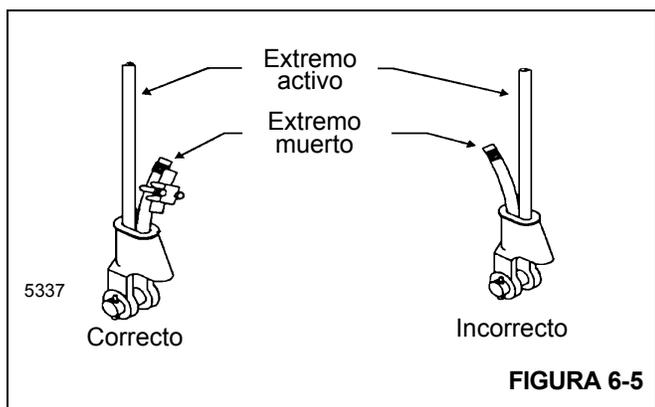

FIGURA 6-5
3. Verifique que el extremo activo de carga del cable (Figura 6-5) quede directamente en línea con las orejetas del receptáculo y con la dirección de la tracción que se aplicará al cable. Si el cable se instala de modo incorrecto en el receptáculo, se producirá un doblez en el punto que el cable sale del receptáculo, y el borde del receptáculo desgastará el cable, causándole daños y la falla eventual del mismo.
4. Inserte el extremo del cable en el receptáculo, forme un lazo con el cable y devuelva el cable a través del receptáculo, permitiendo que el extremo "muerto" Figura 6-5 sobresalga del receptáculo. Verifique que el extremo muerto del cable tenga un largo suficiente para aplicarle un dispositivo de terminación al extremo después de haber asentado la cuña.